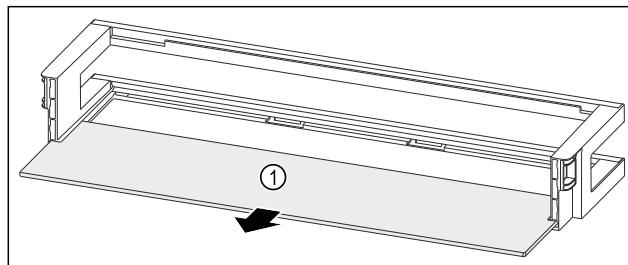

Fig. 89 Odkladací priestor vo dverách s odkladacou plochou
- ▶ Odoberte odkladaciu plochu Fig. 89 (1).